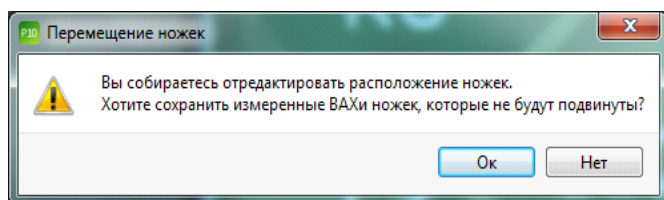

Рисунок 23. Диалоговое окно ПО EyePoint P10 при редактировании ножек эталонной платы с имеющимися ВАХ.
4. При выборе пункта «Редактировать расположение ножек» передвинуть необходимые точки на контактные площадки компонента и нажать кнопку «Добавить». Если изменения вносятся в эталонную плату с уже имеющимися ВАХ, появится диалоговое окно с предупреждением (Рисунок 23).